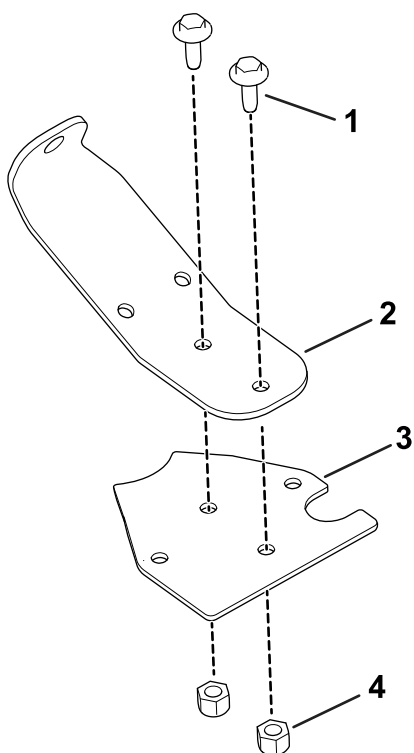

Figura 30
- Utilize dois parafusos de cabeça flangeada (1/4-20 x 5/8 pol.) e duas porcas flangeadas (1/4 pol.) para prender a montagem da válvula à base da cablagem (Figura 30).